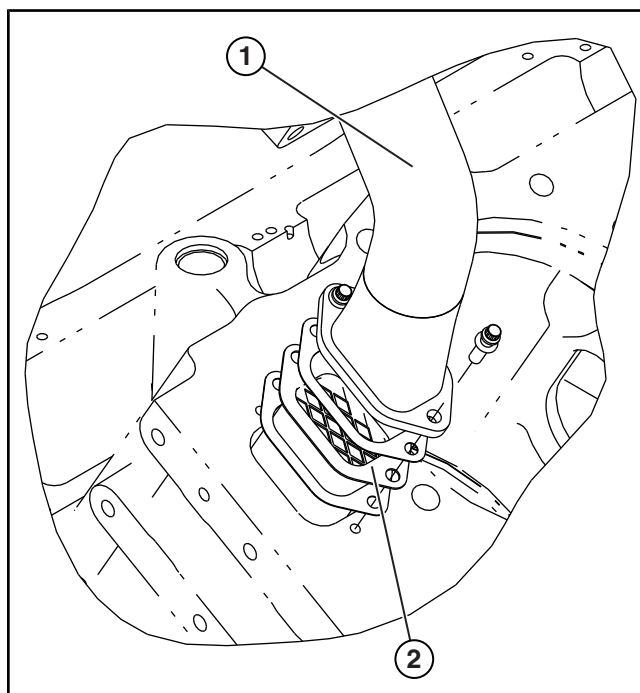

Рисунок 10.05-1: Предварительный сепаратор сапуна
1. Отсоедините впускную трубку сапуна от регулирующего клапана давления картера и выверните два колпачковых винта, фиксирующую трубку к картеру, с целью получения доступа к сетчатому фильтру предварительного сепаратора (см. Рисунок 10.05-1).